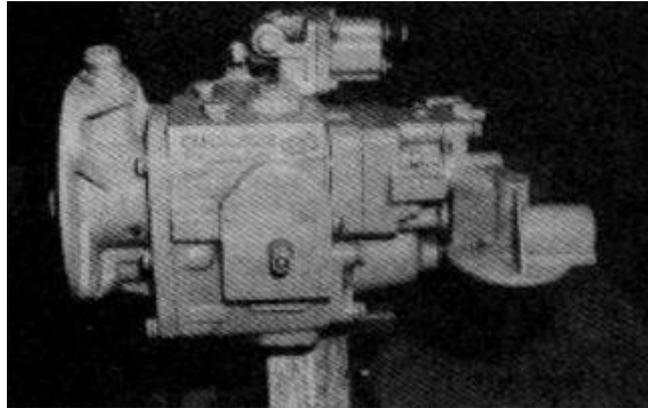

FIGURA 2.11 BOMBA PTG AFC MONTADA EN UN SOPORTE
1. Montar la bomba en un soporte adecuado y sujétela en un tornillo de banco (figura 2.11).